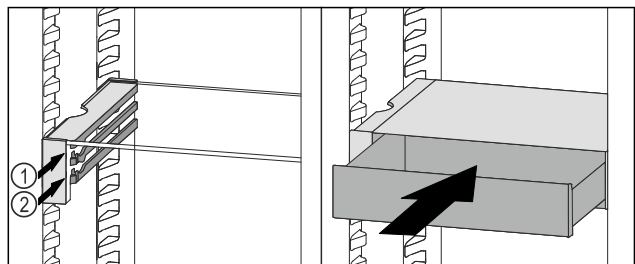

Fig. 136
- ▶ VarioSafe-Schubfach hinter den Stoppern auf gewünschter Rippe Fig. 136 (1) oder Fig. 136 (2) aufsetzen.